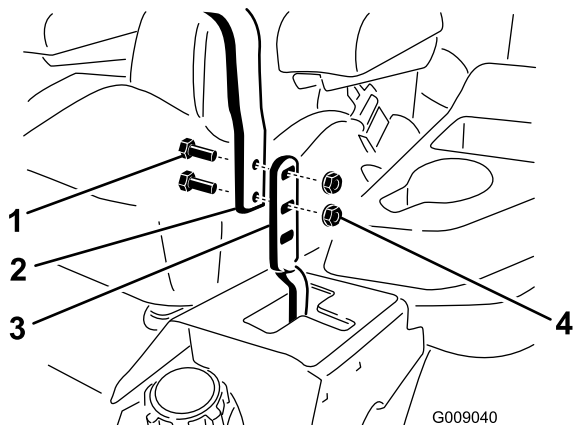

Figure 83
3. Desserrez les boulons et les écrous à embase situés dans les leviers (**Figure 83**).